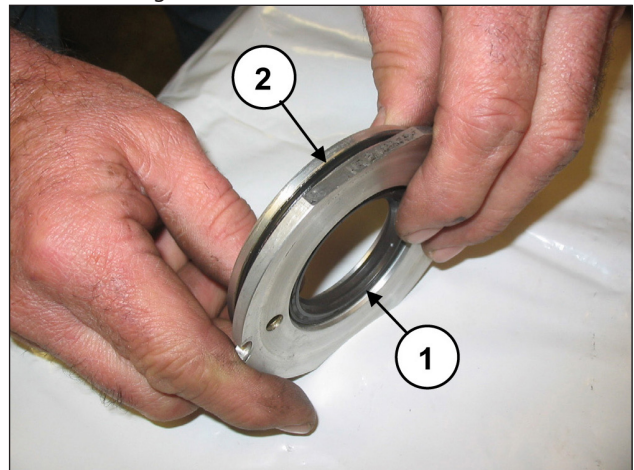

Abb. 160
Ersetzen Sie den Ölabbstreifing (Pos. ①, Abb. 160) und den äußeren O-Ring (Pos. ②, Abb. 160).